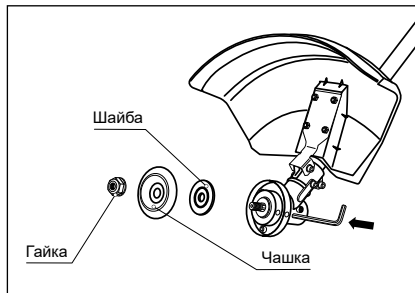

Рис. 7
1. Совместите отверстия в чашке редуктора и фланцевой шайбе. Вставьте металлический стопорный стержень или шестигранный ключ из комплекта в отверстия чашки редуктора и фланцевой шайбы. Вращая гайку по часовой стрелке, снимите ее, а также чашку и шайбу со шпинделя редуктора (рис. 7).
1. Совместите отверстие во фланцевой шайбе с отверстием в чашке редуктора (рис. 7). Вставьте металлический стопорный стержень в отверстие чашки редуктора и в отверстие фланцевой шайбы.